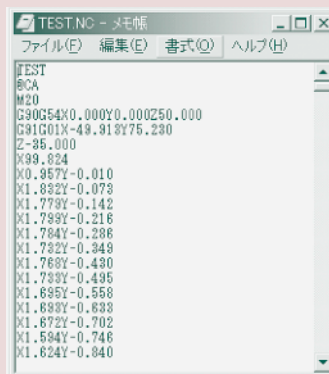

図7 生成されたNCデータ
- ⑤作成されたNCデータの例及び作成されたNCデータの工具軌跡をグラフィック表示した例(図7, 8参照)。